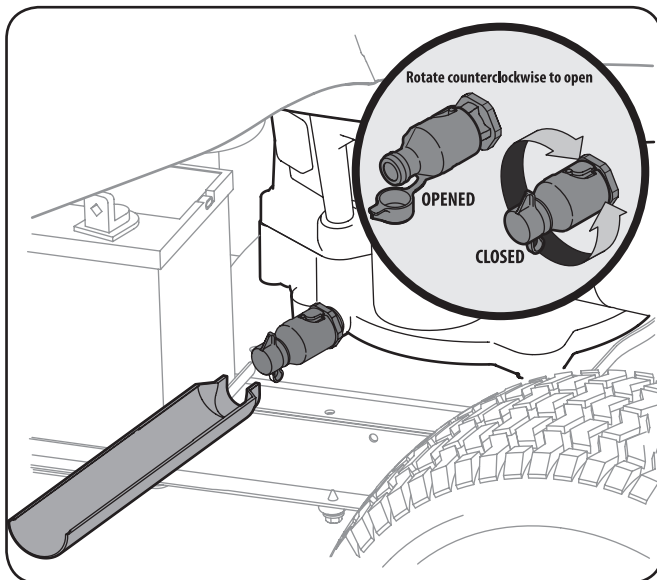

Figura 6-1
4. Ajustar el extremo pequeño de la manga de drenaje de aceite en el espacio proporcionan alrededor de la válvula de drenaje de aceite. Ver Figura 6-1.
5. Abra la tapa de la válvula de drenaje como se muestra en la Figura 6-1.